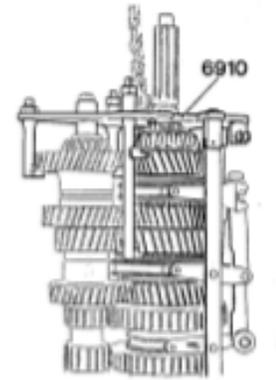

Fig. 6
m. Colocar la herramienta de elevación y elevar el grupo de ejes. Fig. 6